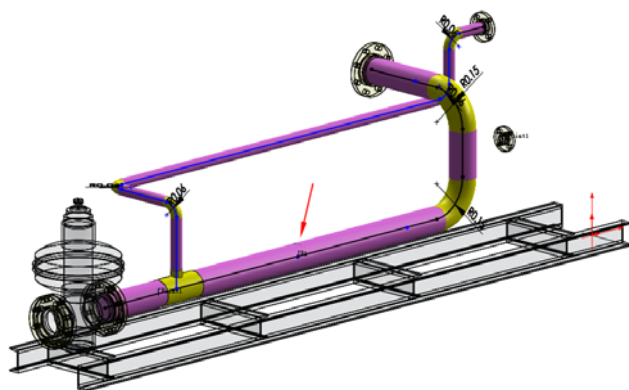

图 18-99 分割点
- ② 进入到 3D 线路草图后，单击“步路工具”工具栏中的“分割实体”按钮，单击图 18-99 所示的位置，在管道的中心线添加分割点，将一个点添加到想放置配件的地方。分割完成后按 Esc 键关闭分割线路工具。